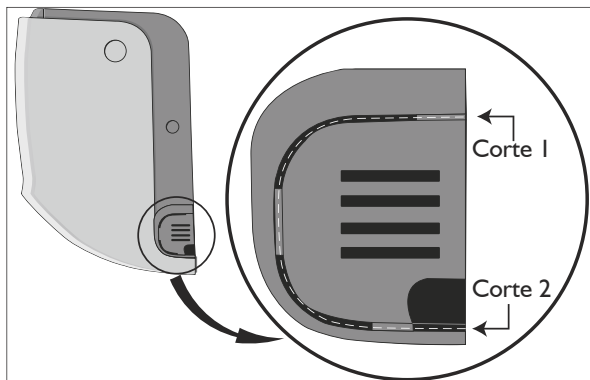

Figura 16.
- En caso de que la pared donde se instalará la unidad interna no permita realizar un orificio para el tubo pasador de muro en la parte posterior del aire acondicionado, el conjunto de cables, tubos y manguera de drenaje se puede pasar por los laterales (izquierdo o derecho) de la unidad interna, cortando los extremos como se indica en la figura 16.